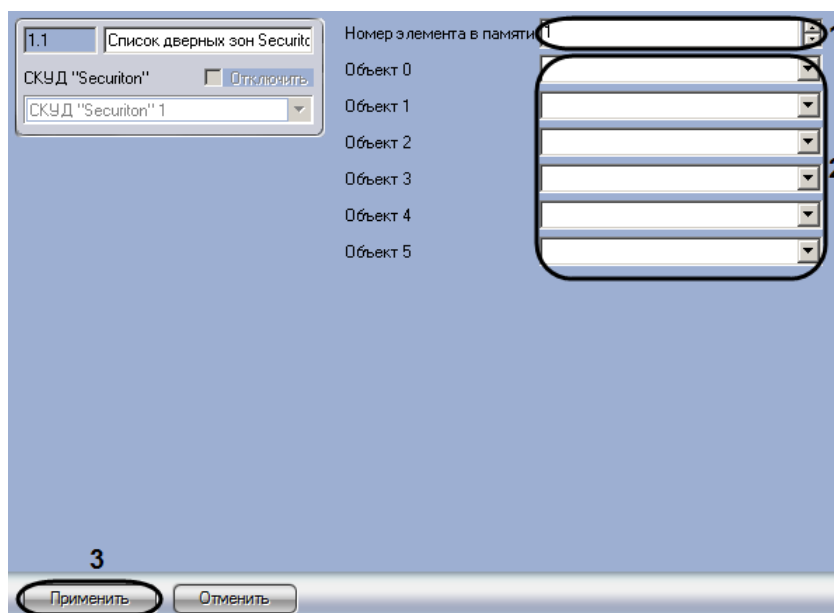

Рис. 3.4—18 Настройка списка дверных зон
2. В поле **Номер элемента в памяти** ввести с помощью кнопок **вверх-вниз** уникальный среди объектов данного типа номер списка дверных зон (см. Рис. 3.4—18, 1).
- Из раскрывающихся списков **Объект 0 – Объект 5** выбрать объекты, соответствующие дверным зонам или спискам дверных зон, которые должны быть включены в список (см. Рис. 3.4—18, 2).